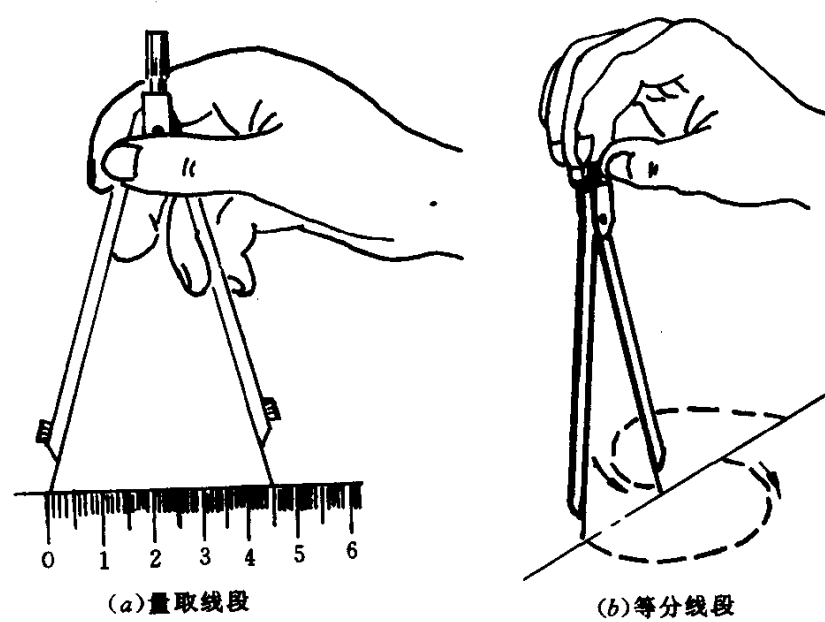

图 1-8 分规的用法
2. 分规 分规的用途: 第一, 在比例尺上用分规量取画图尺寸; 第二, 在直线上截取任意等长线段; 第三, 等分已知线段或圆弧。例如三等分圆弧 AB, 可用试分法先取分规两针尖的间距大小为圆弧段的三分之一, 试分后差距为 $+\Delta$ 则微调两针尖间距, 增大两针尖的间距后再进行试分, 如此试分几次即可成功, 见图 1-8。